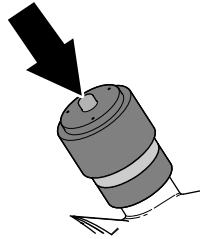

Bild 122
- Wenn ein roter Streifen in der Wartungsanzeige des Luftfilters sichtbar ist, drücken Sie die Rücksetztaste am Ende der Anzeige (Bild 122).